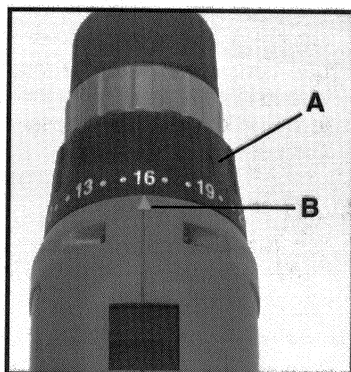

Fig. 3
L'unité d'embrayage offre un choix de vingt positions pour l'embrayage ainsi qu'une position "FORAGE" (verrouillage ferme). La torsion la plus basse est indiquée par la position #1 et la torsion la plus élevée par la position "Forage." Le niveau de torsion de sortie peut être ajusté en faisant tourner le collier avant (A) Fig. 3 jusqu'à ce que le niveau de torsion désiré soit aligné avec la marque de repère (B), Fig. 3. En général, on utilise des niveaux de torsion bas pour enfoncer de petites vis ou pour accomplir les travaux délicats. On utilise des niveaux de torsion élevés pour enfoncer de grosses vis. La position "Forage" est utilisée pour forer et pour enfoncer de très grosses vis.